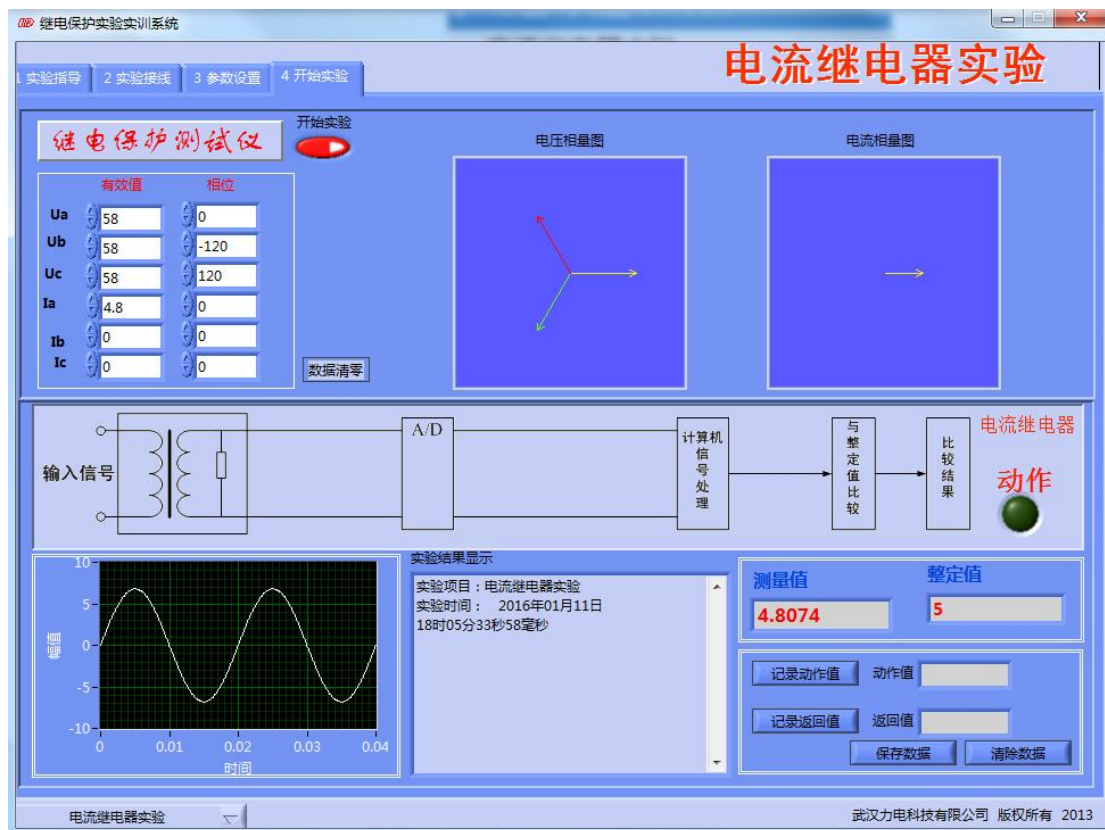

图 2-3
3. 每类保护具有相同功能的界面，界面内容不同，界面功能，如图 2-3。